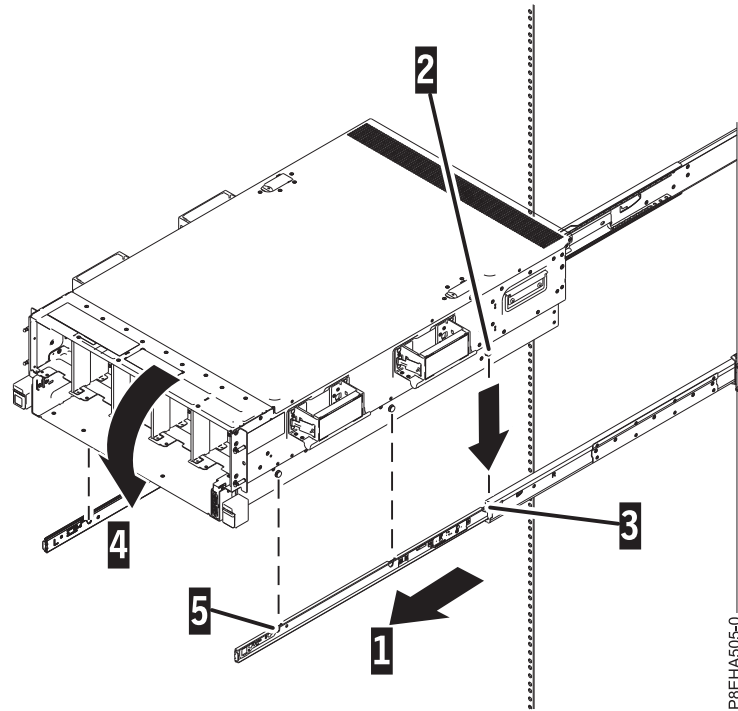

Abbildung 12. Chassis auf der Montagehardware installieren
1. Ziehen Sie die Montagehardware (1) heraus, wie in Abb. 12 auf Seite 13 gezeigt.
4. Kippen Sie die Vorderseite des Systems, sodass die Stifte an der Rückseite des Chassis (**2**) in die Bohrungen an der Rückseite der Montagehardware (**3**) eingeführt werden, wie in Abb. 12 gezeigt.
5. Kippen Sie die Vorderseite des Systems nach unten, sodass die Stifte des Chassis in die vorderen (**4** und **5**) und mittleren Bohrungen der Montagehardware eingeführt werden, wie in Abb. 12 gezeigt.